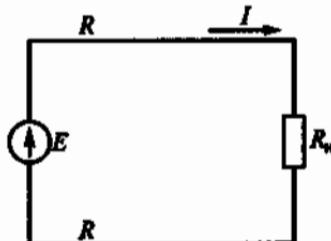

Рис. 9
1.21. Какова потеря напряжения в линии, сопротивление одного провода которой $R = 0,025 \text{ Ом}$ (рис. 9), если через нагрузку с сопротивлением R_n проходит постоянный ток 10 А ?